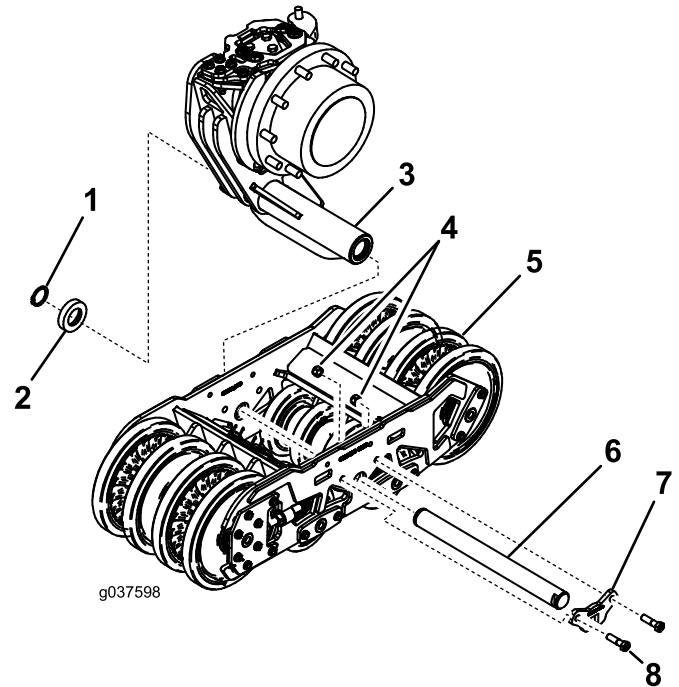

Figura 16
1. Perno del ajustador de oruga (2)
3. Instale el bastidor del chasis en el soporte de montaje del bastidor con el eje de pivote (Figura 16).
4. Instale el eje de pivote completamente a través del bastidor del chasis (Figura 16).
5. Instale el espaciador y el anillo de retención en el extremo del eje de pivote (Figura 16).